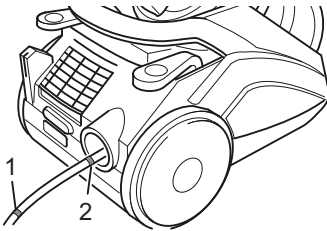
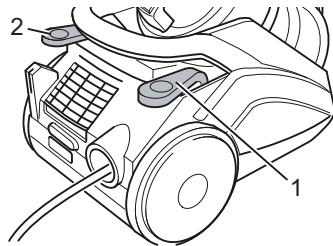

Abb. 14
Abb. 15
2. Ziehen Sie das Kabel am Stecker bis zur gelben Markierung (Abb. 14/1) heraus.
Gefahr eines elektrischen Schlags! Falls die rote Markierung (Abb. 14/2) sichtbar ist, rollen Sie das Kabel mithilfe der Kabelaufrolltaste (Abb. 15/1) wieder bis zur gelben Markierung (Abb. 14/1) auf. Anderenfalls kann das Kabel beschädigt werden.
3. Schalten Sie das Gerät am Ein-/Aus-Schalter (Abb. 15/2) ein.